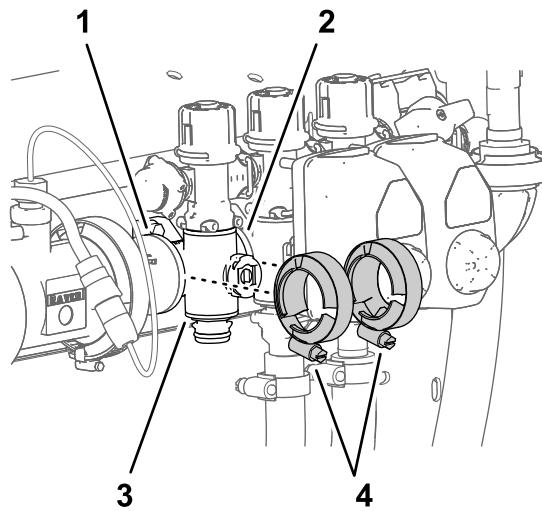

Figure 119
| 4. Fixez légèrement les colliers bride que vous avez déposés à la section Dépose de la valve de collecteur de section (page 86) sur les brides du collecteur de vanne de section et les brides des autres vannes de section et/ou adaptateur d'accouplement (Figure 119). | |
7. Serrez les 2 colliers bride à la main (Figure 119).